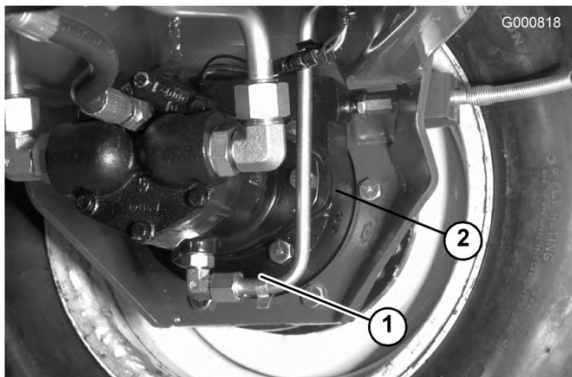

Figura 67
3. Retire ambos os tampões que se encontram no fundo da estrutura dos travões e deixe o óleo escorrer para o recipiente (Figura 67).